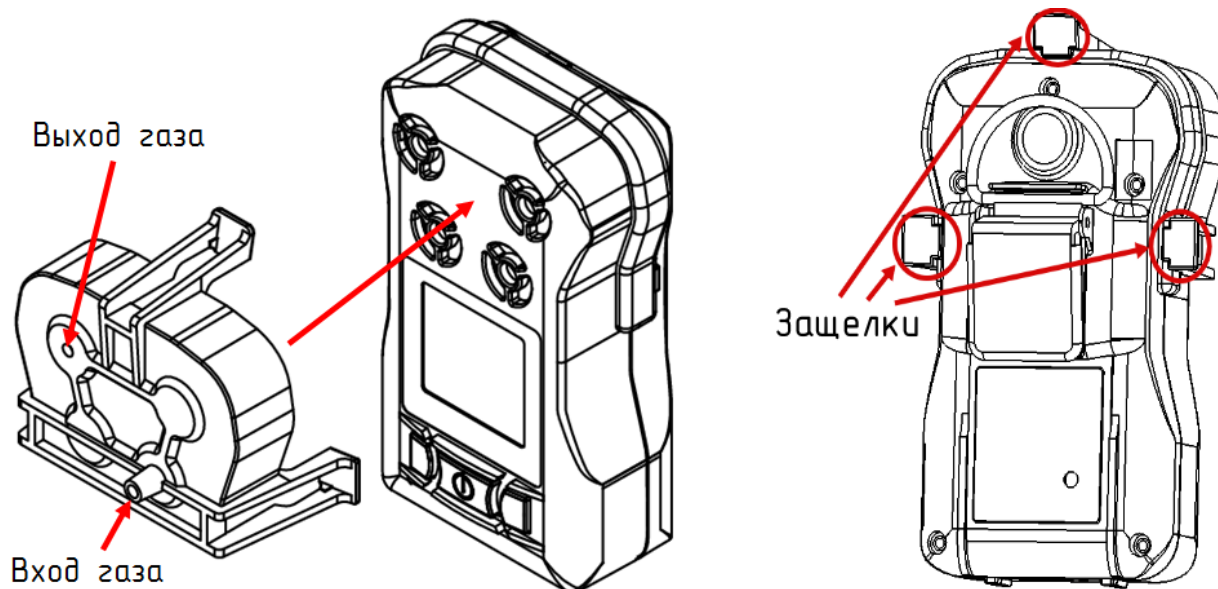

Рисунок 15. Подсоединение насадки к прибору
3.1.2 К прибору присоединить насадку для градуировки, зафиксировать защелки до появления щелчка (рис.15).